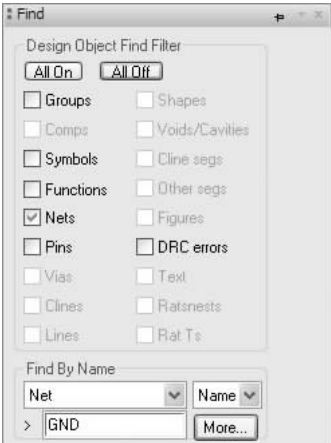

图 11-15 “Find (查找)”面板 (二)
3) 在“Options (选项)”面板内选择另一种颜色, 在“Find (查找)”面板内选中“Nets (网络)”选项框, 在“Find By Name (按名称查找)”栏选择“Net (网络)”和“Name (名称)”, 并输入 GND, 如图 11-15 所示。